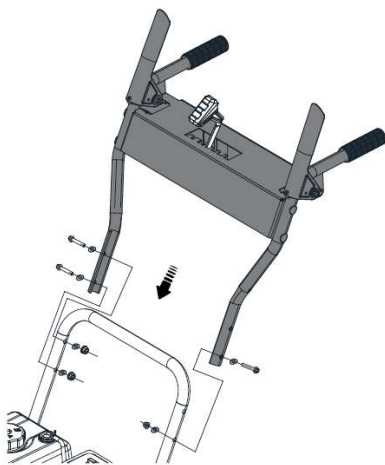

Рис. 4
2. Установите верхнюю часть ручки, совместив отверстия с нижней частью и вставив четыре болта М8х45. Установите и затяните барашковые гайки (рис. 4).